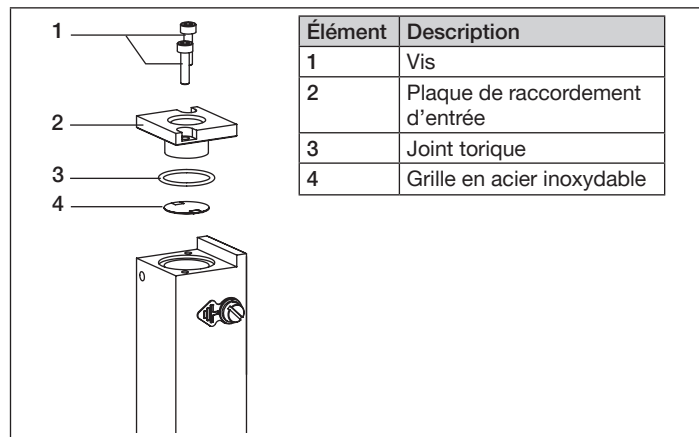

Fig. 23: Nettoyage de la grille en acier inoxydable
- Vérifier régulièrement l'encrassement de la grille en acier inoxydable [5] (voir Fig. 23).
- Démontez la plaque de raccordement d'entrée [2] en dévissant les deux vis [1] (voir Fig. 23).
- Remonter les pièces dans le bon ordre (voir Fig. 23).